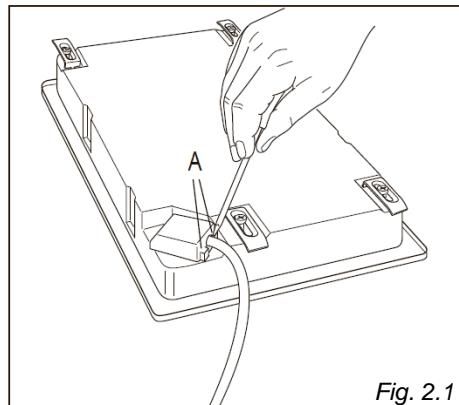

Fig. 2.1
- Volte a placa de cozinha ao contrário e desengate a tampa da placa de terminais, inserindo uma chave de parafusos nos dois ganchos "A" (fig. 2.1).
Para ligar o disco elétrico normal, rode o botão (fig. 2.1) para a posição desejada; os números 1 a 6 indicam as posições de trabalho com o aumento da temperatura de acordo com o número.
O botão de controlo dos discos elétricos rápidos é semelhante ao de uma placa normal com 6 posições de funcionamento (fig. 2.1).